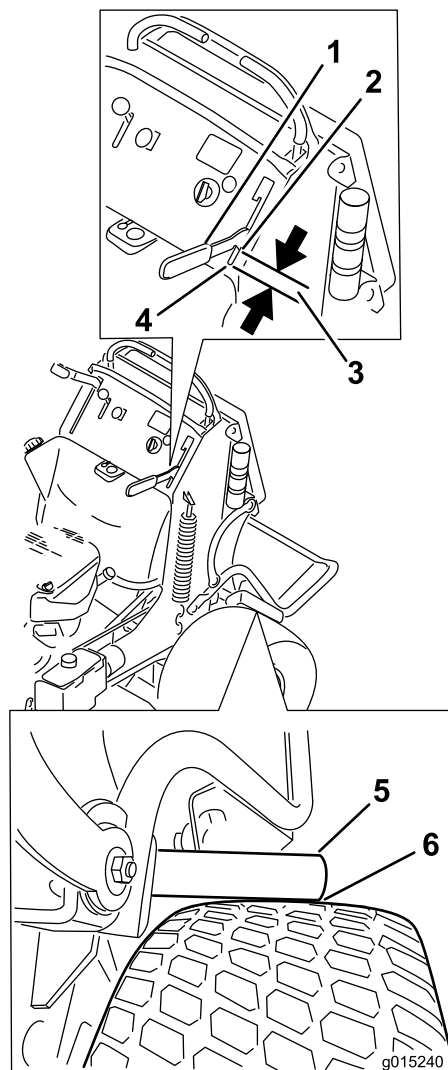

Figure 65
4. Engagez le levier de frein jusqu'à ce que les barres touchent juste le pneu (**Figure 65**).
5. Mesurez la distance entre l'avant du levier manuel et l'extrémité de la fente dans le panneau de commande lorsque la barre de frein rencontre le pneu (**Figure 65**).